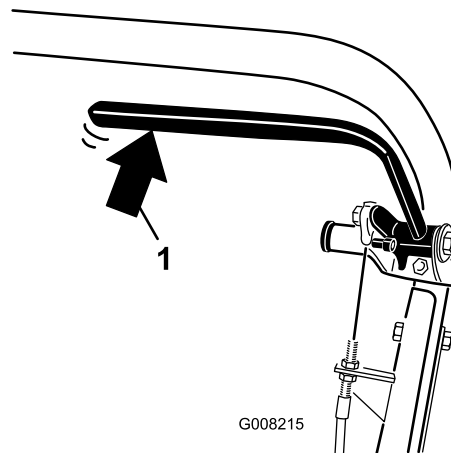

Рисунок 32
2. Используя пружинные весы, отожмите рычаг рабочего тормоза назад (Рисунок 32). Отпускание тормоза должно происходить при приложении усилия 13,5 – 18 кг. Если стояночный тормоз отпускается раньше, чем будет приложено усилие 13,5 – 18 кг, отрегулируйте трос тормоза. Перейдите к этапу 3.